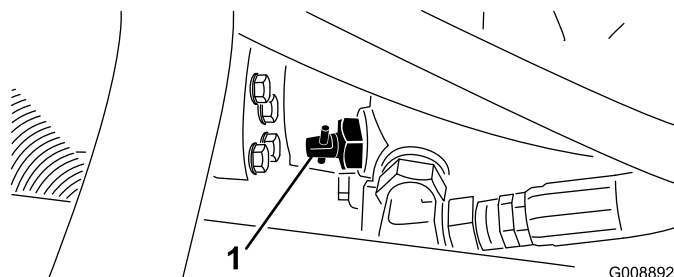

Bild 31
1. Ermitteln Sie das Sicherheitsventil an der Pumpe (Bild 31) und drehen Sie das Ventil um 90 Grad.